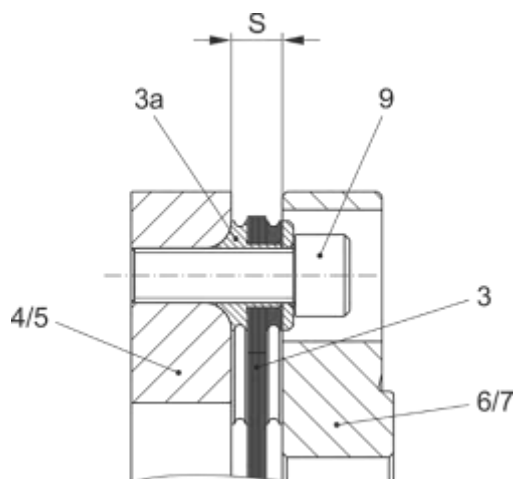

Рис. 5
Пакет дисков (3) принципиально устанавливается таким образом, чтобы радиус втулок с буртиком (часть 3а, Рис. 5) помещался в углублениях фланцев (поз. 6/7), гильзы (4) или соответственно соединительной пластины (5).
Во избежание осевых деформаций перекосов пакетов дисков следует соблюдать размер интервала / просвета S (Рис. 5, согласно Таблицам 1 и 2) при отсутствующих угловом и радиальном смещениях валов.